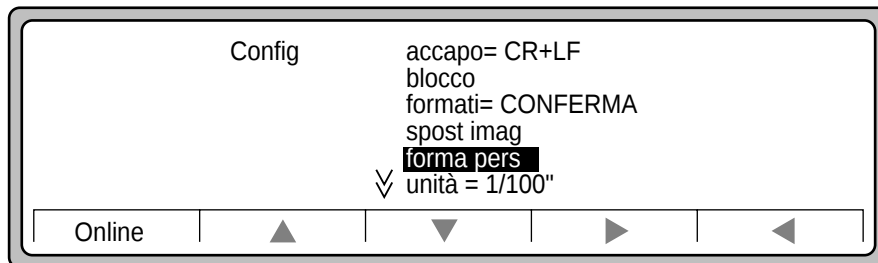

Figura 3-21 Opzione forma pers
13. Premere ▲ per evidenziare forma pers (Figura 3-21).